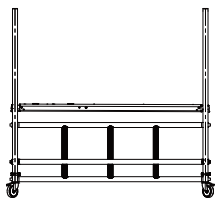

Rys. 77 Kompletne rusztowanie Levvel Solid 900
23. Kompletne rusztowanie Levvel Solid 900 ma wysokość wynosi 8,31, mierzone od podłoża do szczytu drabiny nadstawy (Rys. 77).